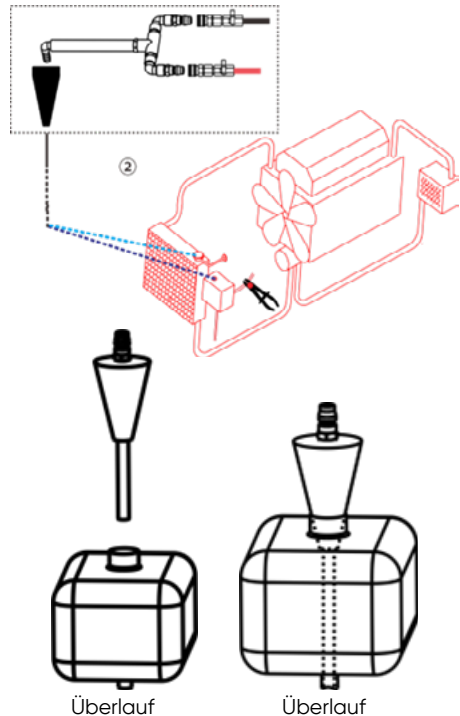

Fig 5.
2. Wählen Sie einen geeigneten Y-Adapter und einen konischen Adapter für die Versiegelung. Verbinden Sie den neuen Flüssigkeitsschlauch (rot) und den gebrauchten Flüssigkeitsschlauch (durchsichtig) mit dem Y-Adapter. Achten Sie darauf, dass: a) der tiefe Einsatzschlauch lang genug ist, um in den unteren Schlauch des Überlaufbehälters einzutauchen. b) der konische Adapter gut mit dem Überlaufbehälter abschließt; (Abb. 5).